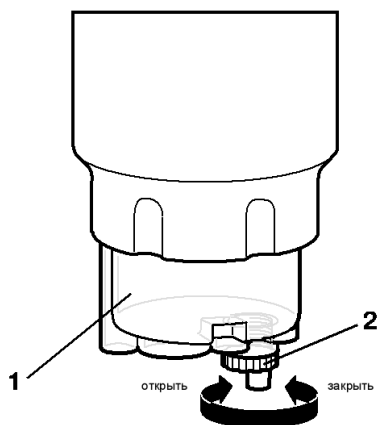

Рисунок 41 – Слив воды:
2. Отвернуть резьбовую пробку сливного отверстия 2 (рисунок 41) на дне водосборника 1 на 1-2 оборота и дать воде и примесям стечь в подставленную ёмкость.